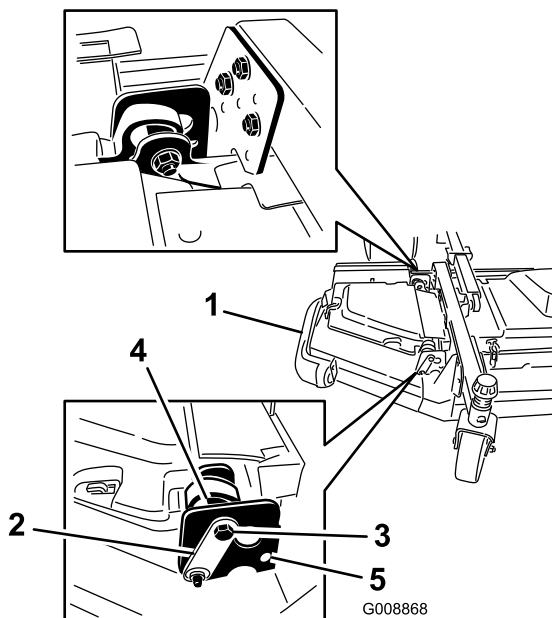

Рисунок 7
2. Ослабьте затяжку болтов и гаек, с помощью которых две втулки эксцентрики крепятся к винглетам (Рисунок 7).
4. Поворачивайте задний (ближайший к тяговому блоку) эксцентрик до тех пор, пока наружная кромка ножа не окажется примерно на 3 мм выше требуемой высоты скашивания (Рисунок 7).